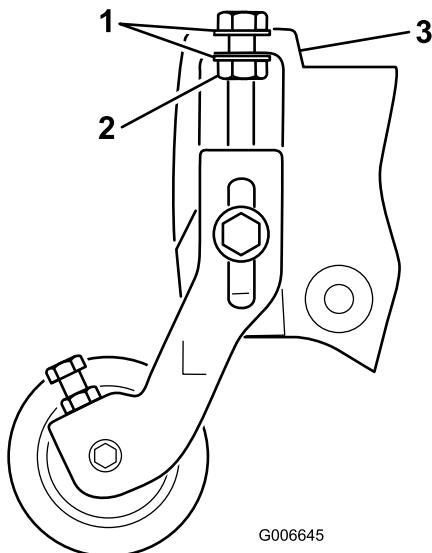

図 21
注 刈高調整ボルトのワッシャが、フランジの左右に配置されること図 21。
17. ワッシャがサイドプレートのフランジに接触するまで刈高調整ボルトを締め付け、そこから、ナットを 1/2 回転だけ戻す図 21。